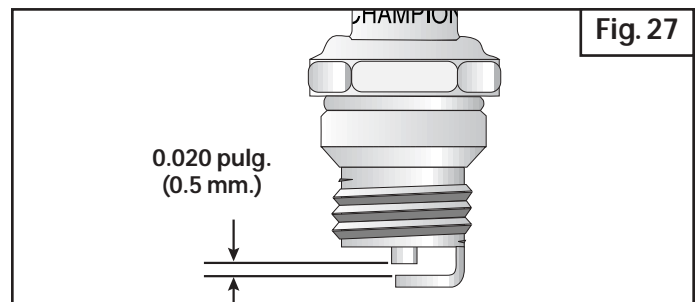

Fig. 27
3. Cambie las bujías que estén rajadas, sucias o deterioradas. Fije la separación de aire a **0,5 mm (0,020 pulgadas)** utilizando un calibrador (Fig. 27).